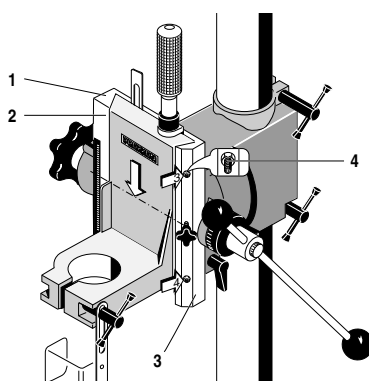

Fig. 9
1. Салазки **1** (рис. 9) установить точно в положение „Mitte“, («Центр») по направляющей **2**.
2. Ослабить контргайки юстировочного винта на направляющей **3** и **4** салазок (рис. 9), равномерно завинтить все юстировочные винты, пока не будет выбран зазор; затем снова затянуть контргайки.